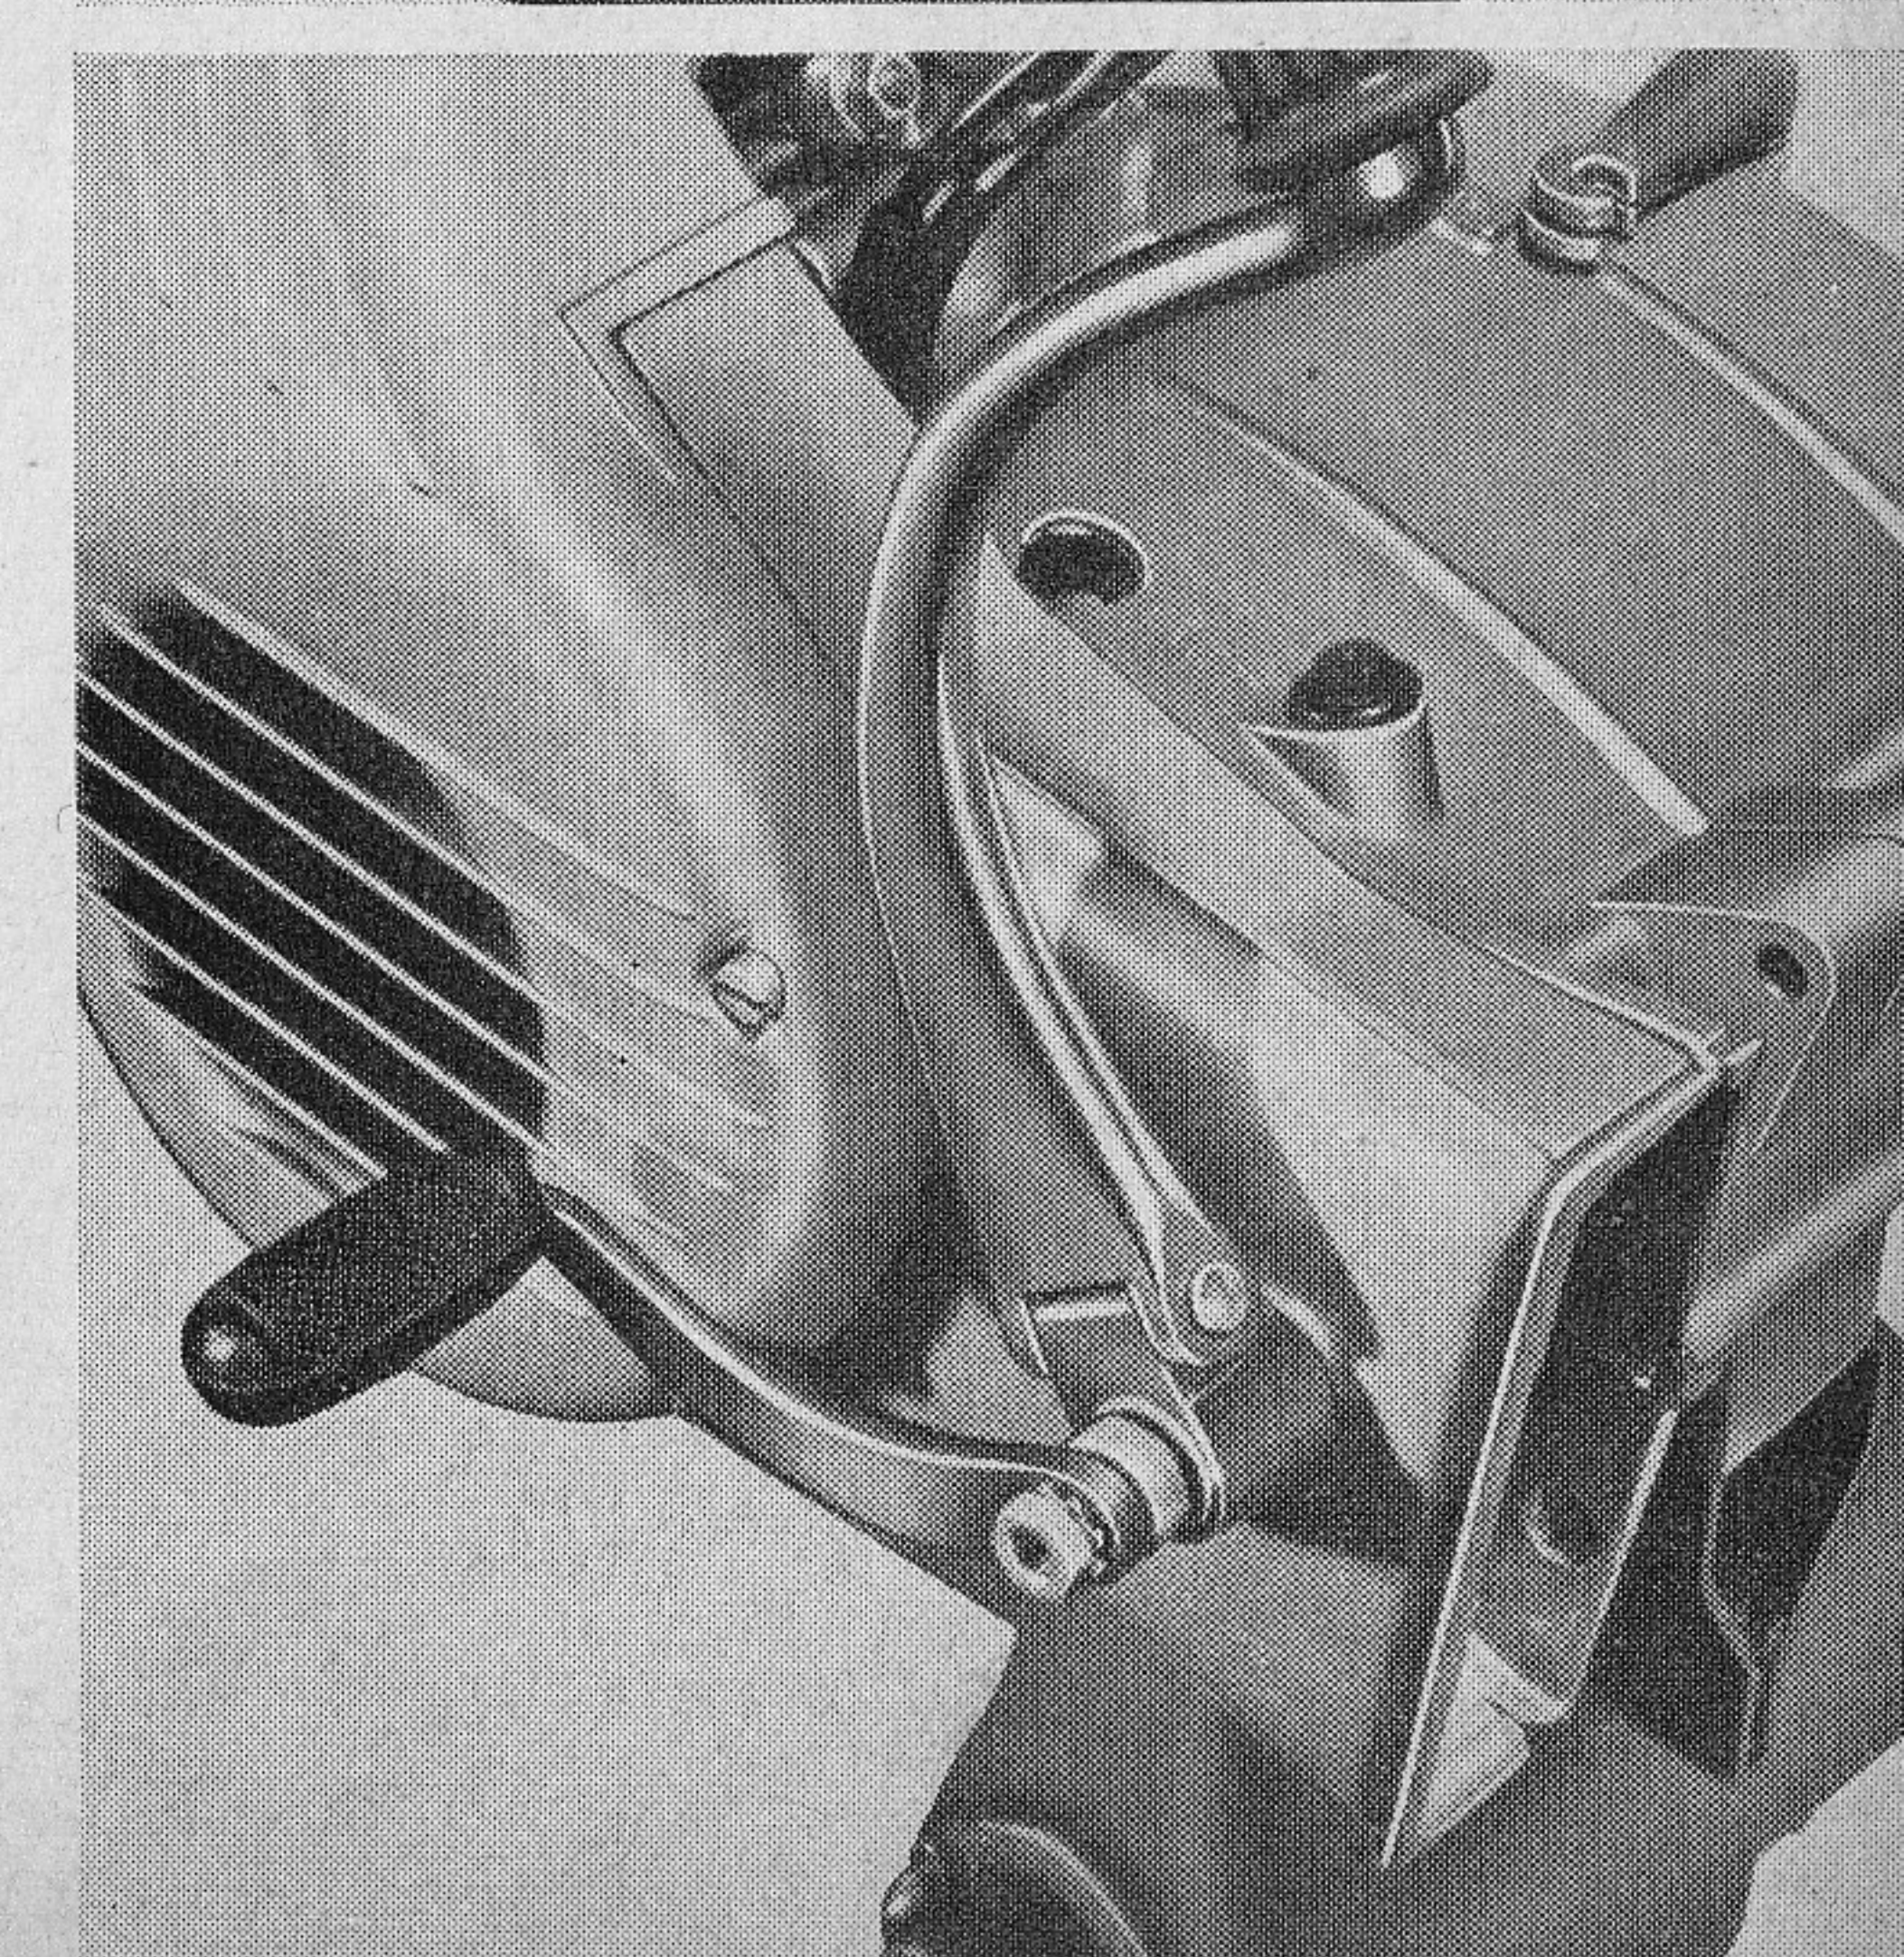

Bild 100
- Kunststoff-Schutzkappe (Bild 100).